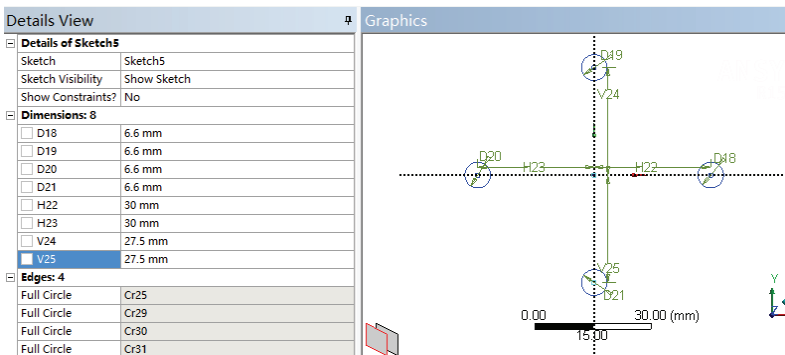

图 3-100 绘制 Sketch5
- 11) 设置 Detail View, 结果如图 3-100 所示。